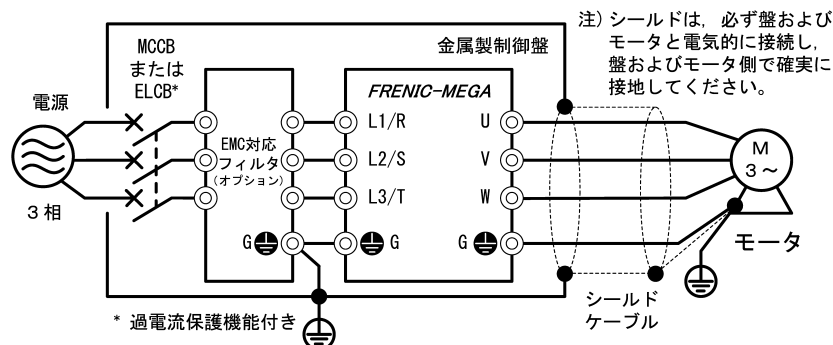

図 9.3 EMC 対応フィルタ（オプション）設置方法
- 3) 放射ノイズが規格を超える場合は、図 9.3 に示すように金属製の盤内にインバータおよび周辺機器を設置してください。